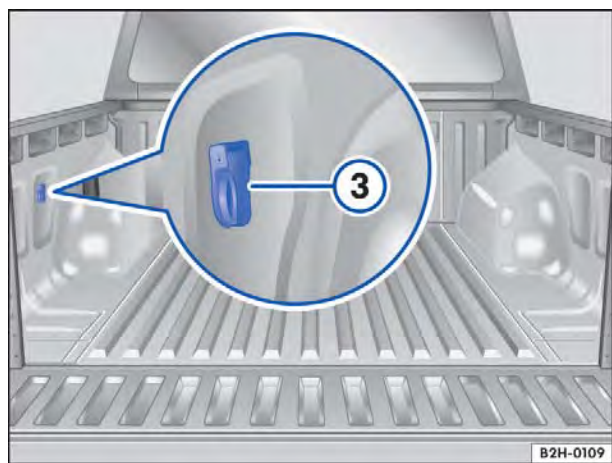

Fig. 97 No compartimento de carga: tomada 12 V.
- Se for o caso, no porta-objetos no painel de instrumentos ②.
- Se for o caso, na parede lateral esquerda do compartimento de carga ⇒ Fig. 97 ③.